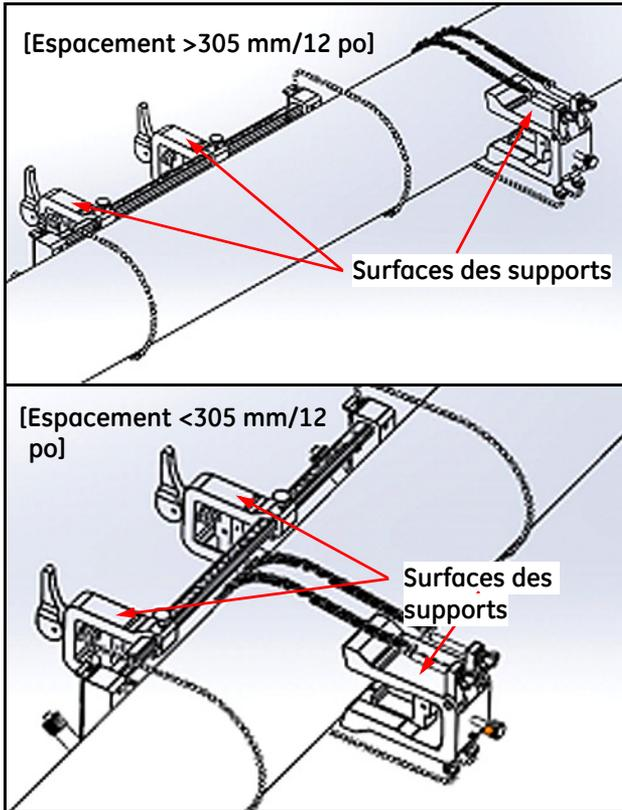

Figure 28 : étrier pivoté en position horizontale
4. Faites pivoter l'étrier jusqu'à ce qu'il soit en position horizontale sur le côté opposé du tuyau où la pince de fixation a été installée précédemment, comme illustré dans la *Figure 28* ci-dessous.
5. Assurez-vous que les surfaces supérieures du support de l'étrier et de la pince de fixation se trouvent précisément sur le même plan horizontal (voir la *Figure 28* ci-dessus). Placez la pince fixe sur la pince de fixation à zéro sur l'échelle.